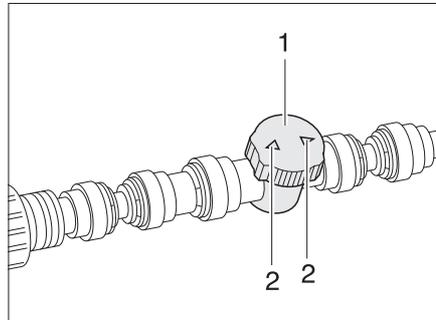

Bild 121 Regler Fußbodenerwärmung
- Den Regler (Bild 121,1) auf die gewünschte Durchflussleistung stellen (max. Durchfluss = Pfeile (Bild 121,2) in Leitungsrichtung).
- Den Regler (Bild 121,1) so drehen, dass die Pfeile (Bild 121,2) quer zur Heizleitung stehen.